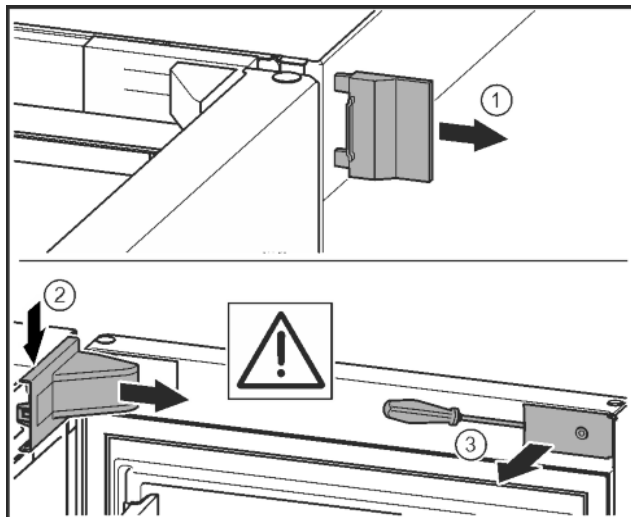

Fig. 9
- Detașați capacul exterior. Fig. 9 (1)
- Deblocați și desprindeți capacul suportului de lagăr. Scoateți capacul suportului de lagăr. Fig. 9 (2)
- Deblocați masca cu șurubelniță plată și pivotați-o în lateral. Fig. 9 (3)